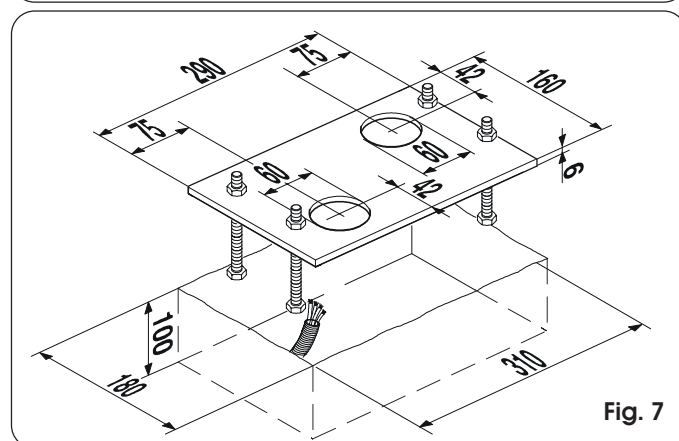

Fig. 7
- 3) Réaliser une base de fondation d'après la Fig. 7 et sceller la plaque de fondation en prévoyant une ou plusieurs gaines pour le passage des câbles électriques. Vérifier l'horizontalité parfaite de la plaque avec un niveau à bulle. Attendre que le béton prenne.